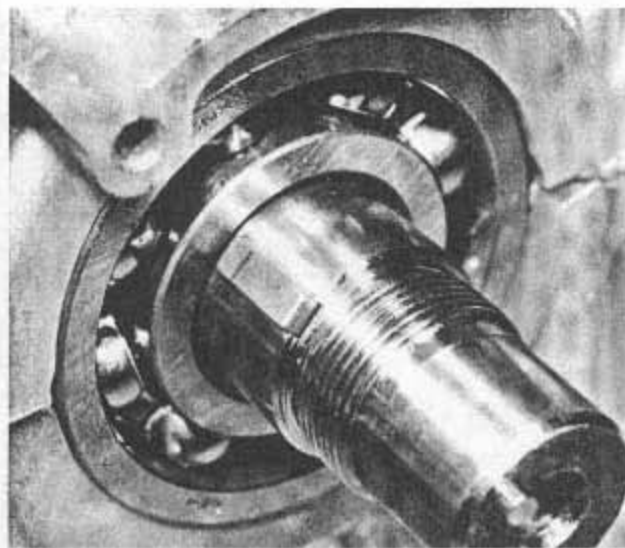
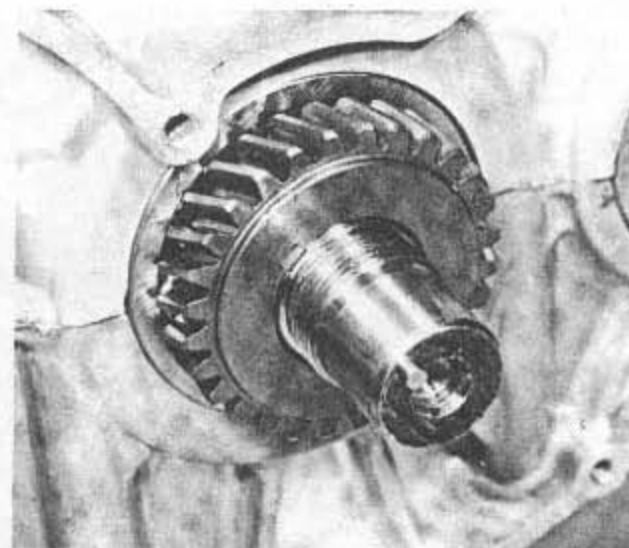
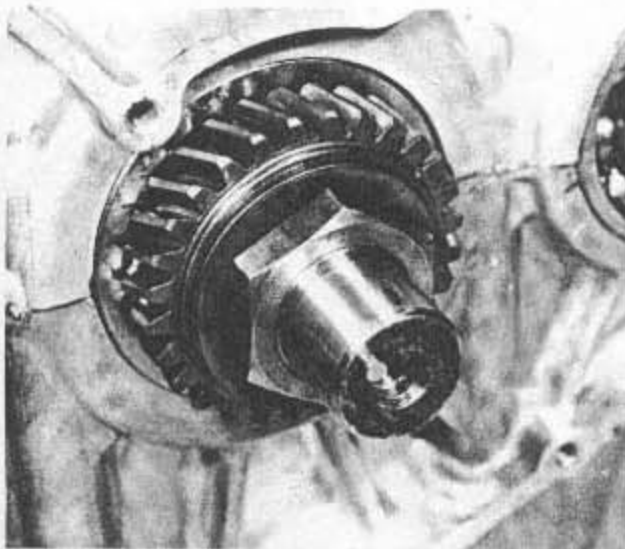

Bild 112
Bild 113
Bild 114
- Der «Woodruff»-Keil wird in die Keilnut im rechten Kurbelwellenende eingelegt (Bild 112). Zahnrad aufschieben und zwar so, dass die Keilnut im Zahnrad mit der Scheibenfeder übereinstimmt (Bild 113). Das Primärzahnrad muss so eingebaut werden, dass die Stirnfläche mit dem grösseren Durchmesser nach aussen zu liegen kommt. Spezielscheibe aufschieben, hohle (konkave) Seite gegen das Zahnrad. Mutter aufschrauben und festziehen (Bild 114).